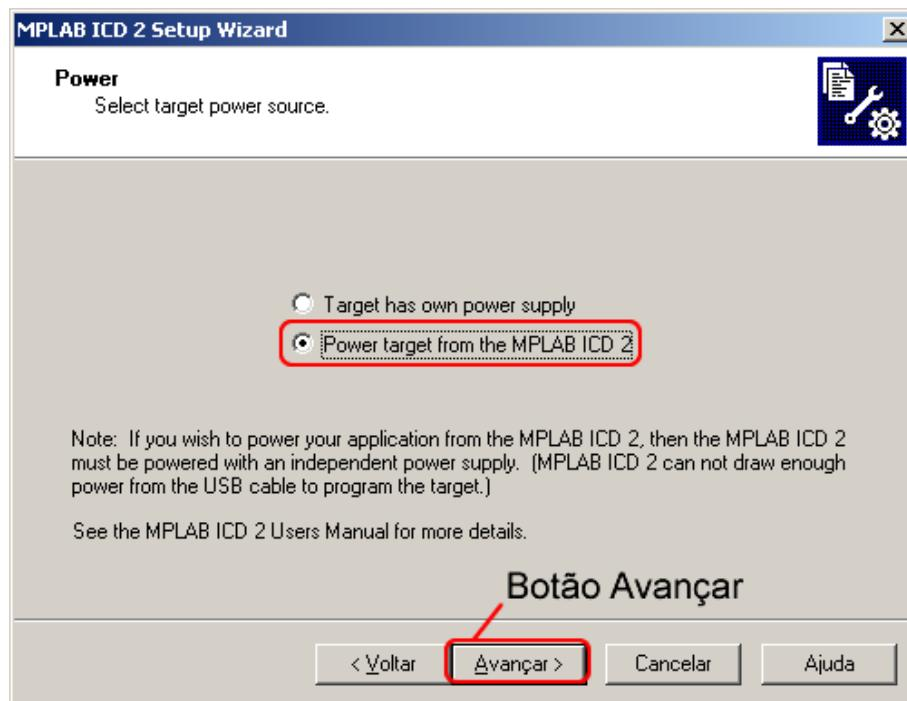

Figura 3.49 - Seleção da alimentação do dispositivo.
- 6) Em seguida, aparecerá a janela “Power”, onde é necessário escolher a opção de alimentação do dispositivo. Selecione a opção “Power target from the MPLAB ICD 2”. Clique em “Avançar”. (Figura 3.49)